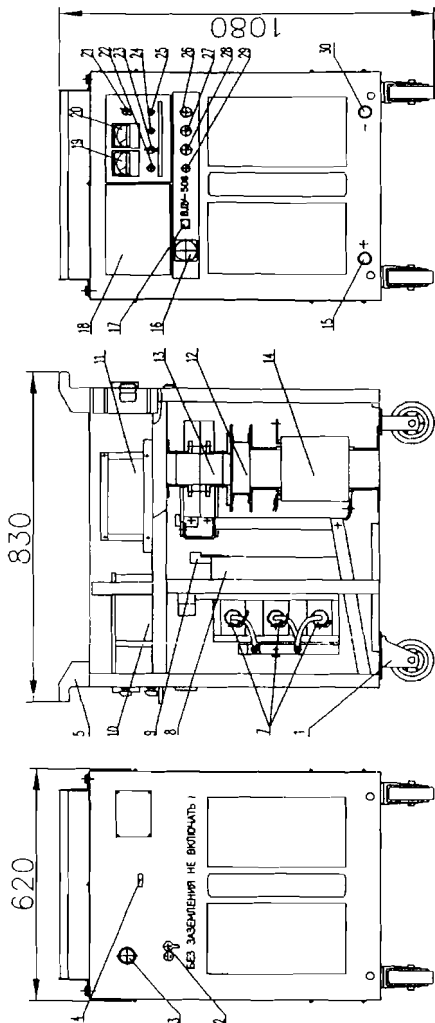

Рис.1 Общий вид сварочного выпрямителя ВДУ-601
**Приложение 1.Рис. 1.** Общий вид выпрямителя